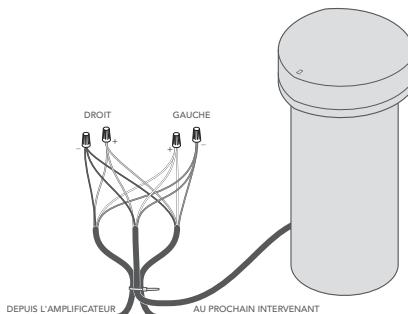

Figure 9
1. Comme pour l'installation de l'enceinte satellite, créez une boucle d'environ 250 mm (10po) de longueur, en tirant le fil du côté de la bobine. Laissez 380 à 400 mm (14 à 16 po) de câble supplémentaire afin que le câble ne se plie pas et ne se tireille pas lorsqu'il est recouvert de terre dans la tranchée. Utilisez un collier de serrage pour maintenir la boucle de câble en place et créer un réducteur de tension (voir Figure 9).